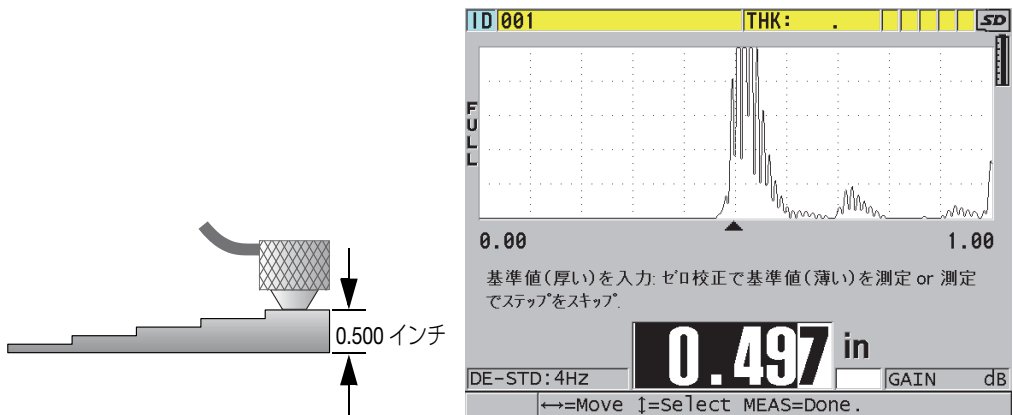

図 5-4 階段状対比試験片（5 段階）での材料音速校正の実行
1. 材料音速校正を実行するには（75 ページの図 5-4 参照）：